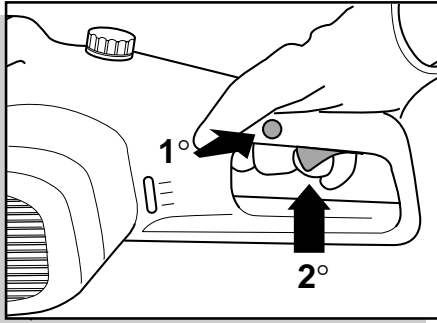

fig. 9
- Premere il pulsante di sicurezza anti-avviamento e successivamente la leva interruttore (fig. 9).